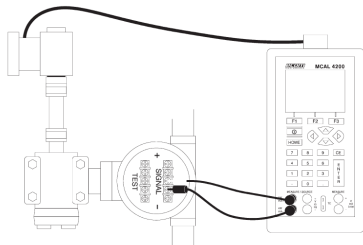

Abb. 20. Kalibrierung eines IP-Geräts
3. Den Kalibrator wie in Abbildung 20. mit dem Sensor verbinden. Der Kalibrator simuliert den Transmitterstrom und misst den Ausgangsdruck.